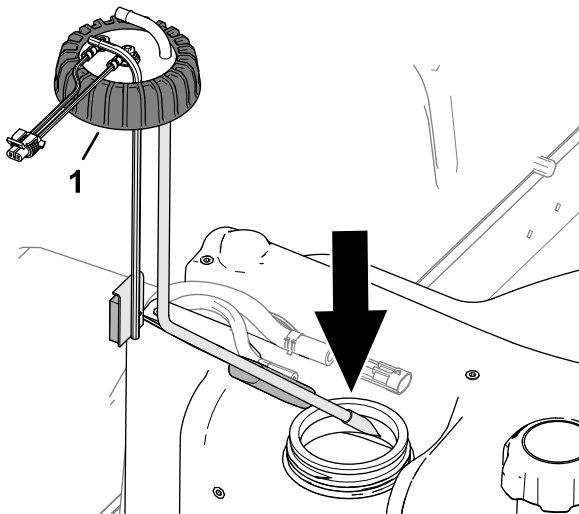

Bild 128
2. Setzen Sie das Kraftstoffaufnahmerohr und den Schwimmer vorsichtig in den Kraftstofftank (Bild 128).